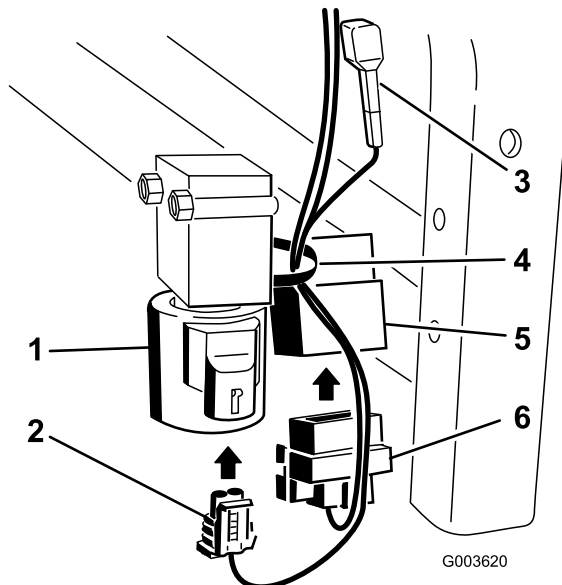

Рисунок 36
8. Подсоедините квадратный разъем к реле, установленному рядом с клапаном (Рисунок 36).
9. Подсоедините малый разъем к клапану (Рисунок 36).